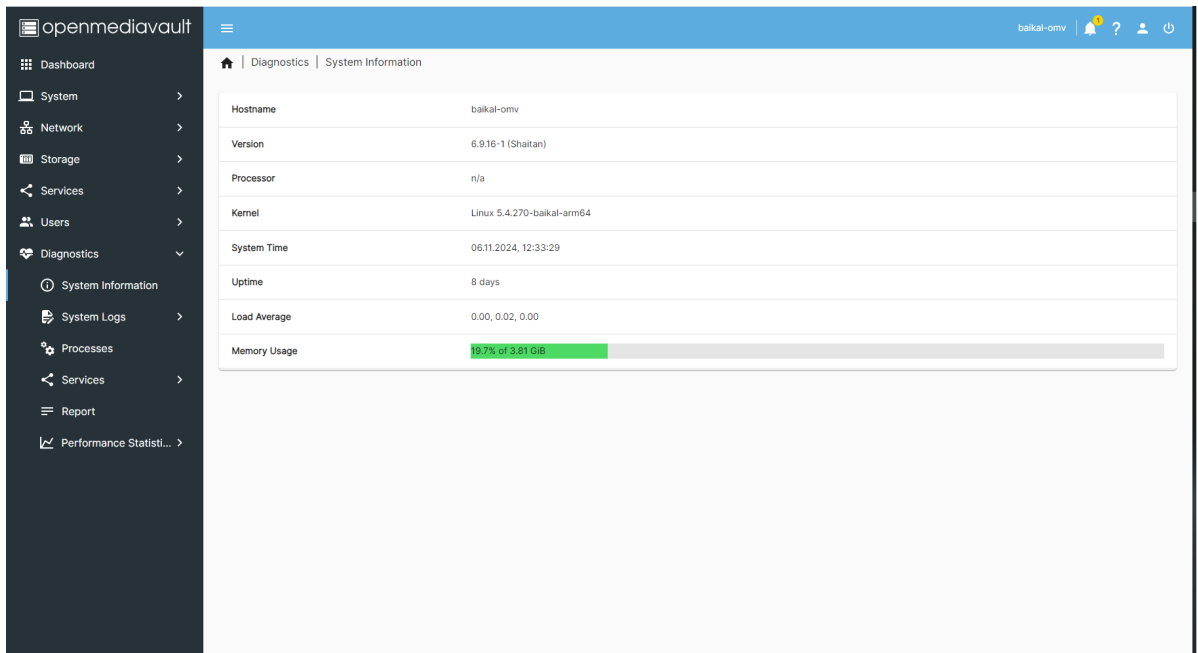

Рис. 65. Окно «System information»
- Пройдите во вкладку «Diagnostics» → «System information» в данной вкладке отображается информация о системе (сетевом хранилище). Окно «System information» показано на рис. 65 Окно «System information».